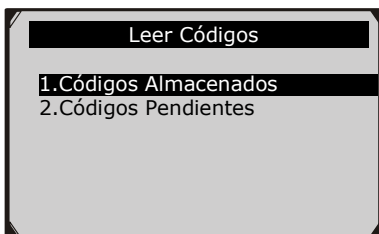

Figura 6.4
- 2) Use el botón de desplazamiento **ARRIBA/ABAJO** para seleccionar **Códigos Almacenados** o **Códigos Pendientes** desde el menú **Leer Códigos** y presione el botón **OK**. (Figura 6.4)